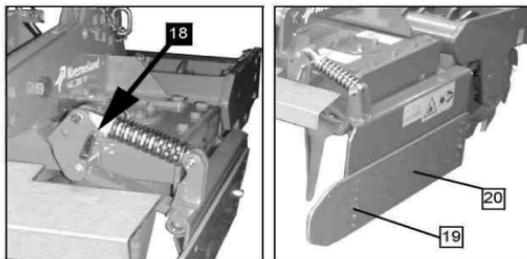

Рисунок 8.2.8 – Установка защитных панелей в рабочее положение
При выполнении полевых работ защитные панели должны находиться в рабочем положении: с этой целью проверьте, что штифт (18) (рисунок 8.2.8), ограничивающий их перемещение, вставлен в соответствующее отверстие и зафиксирован шплинтом.